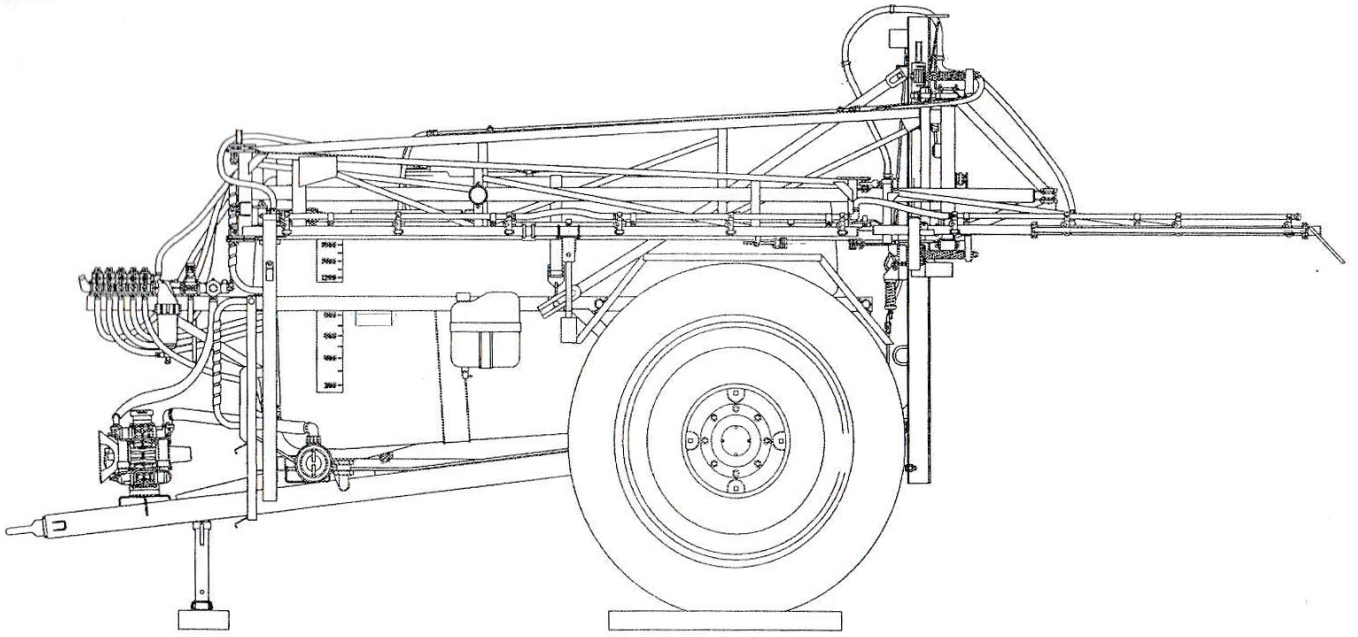

Рис. 11.1
11.3 При короткочасному і тривалому зберіганні обприскувач необхідно підготувати відповідно до вимог розділу 9 і рис. 11.1.